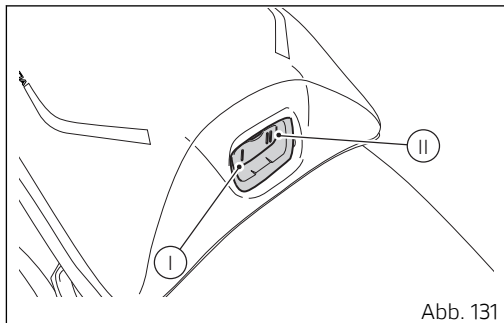

Abb. 131
- Position (I, Abb. 131) zum Einstellen der Stufe auf Niedrig;
- Position (II, Abb. 131) zum Einstellen der Stufe auf Hoch.